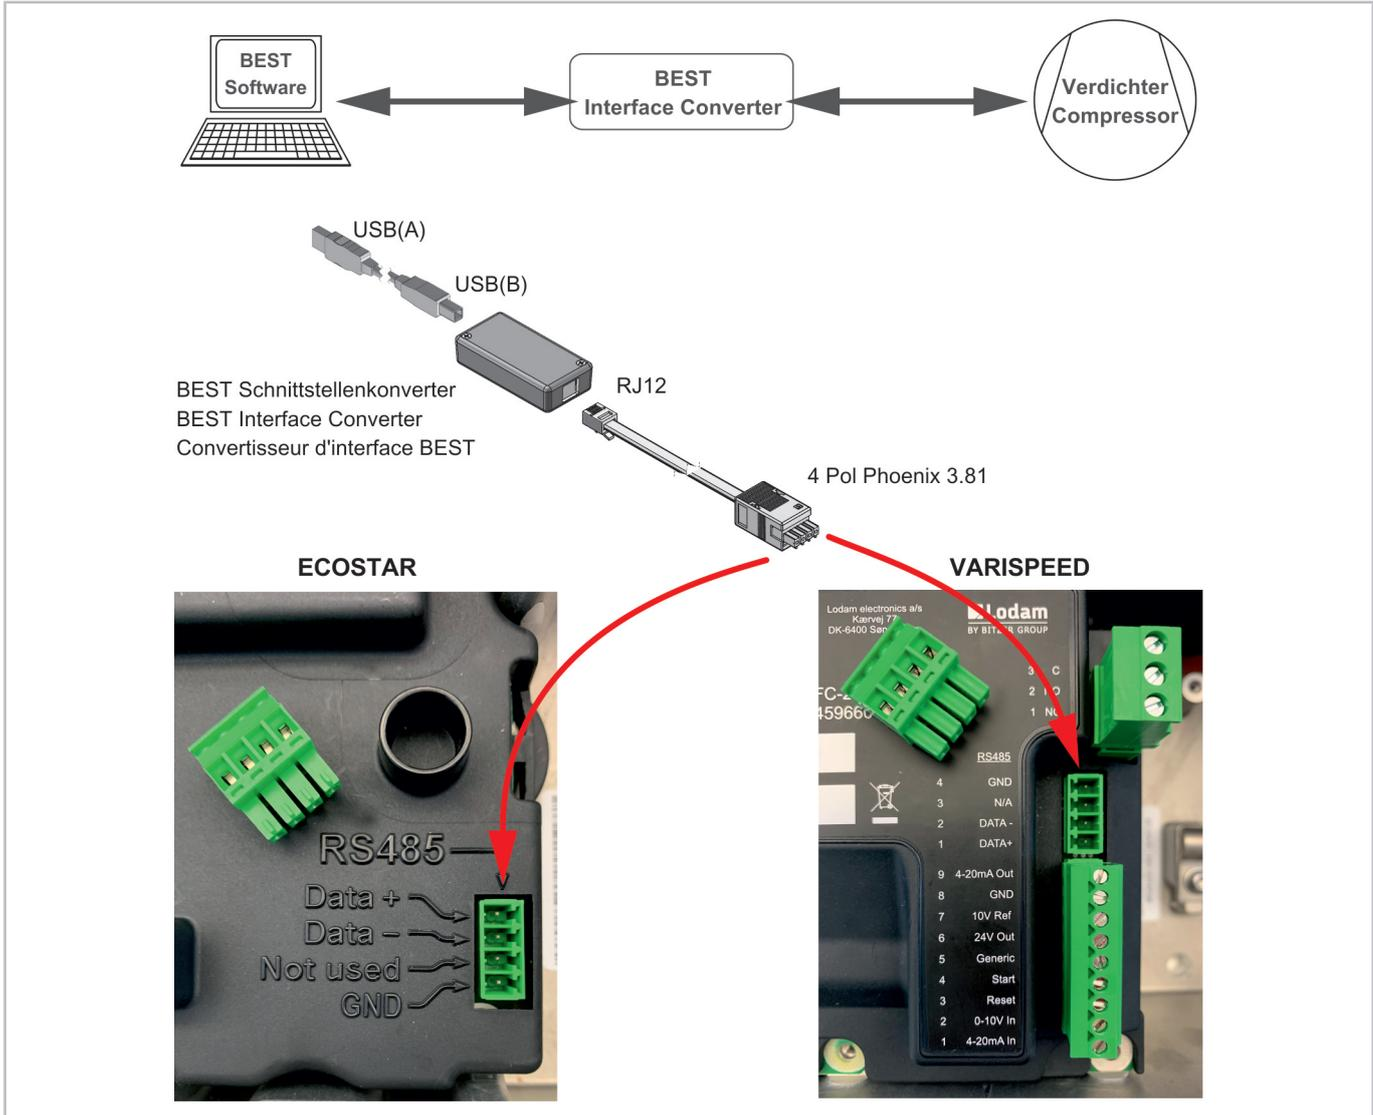

Abb. 10: VARISPEED .F1 mit dem BEST Schnittstellenkonverter anschließen
- ▶ BEST Schnittstellenkonverter an der Klemmleiste X100 und am mobilem Endgerät einstecken (siehe Abbildung 10, Seite 16).
- ▶ Schaltfläche NEU anklicken (2).
- ▶ VARISPEED auswählen (3).
- ▶ Schaltfläche VERBINDEN (4) anklicken.